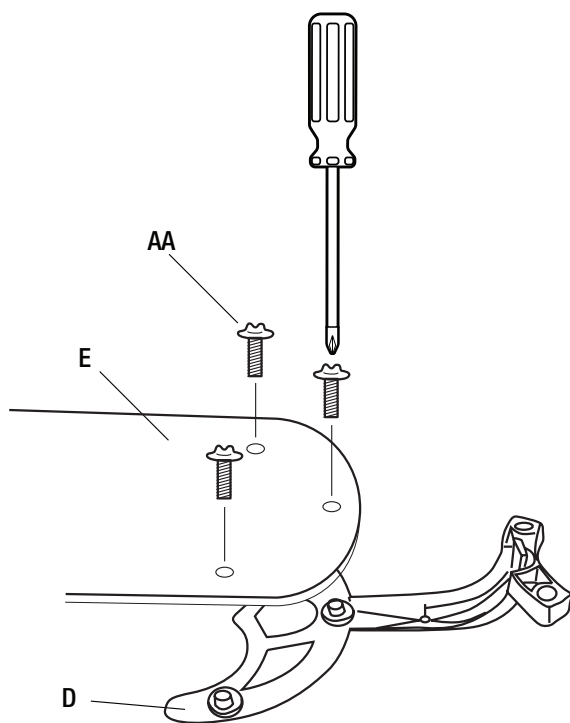

Figura 12
- Monte los porta aspas (D) a las aspas del ventilador (E) usando los tornillos (AA) proporcionados – 3 por aspa (Figura 12). Note que las arandelas de goma están preinstaladas al porta aspas (D).